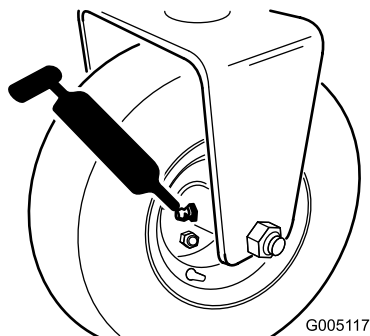

Figure 39
- Moyeu de rouleau arrière ou, si la machine est équipée d'un kit 3 roues motrices, embrayages à rouleau de roues arrière et roulement à billes extérieurs (1) (Figure 39)